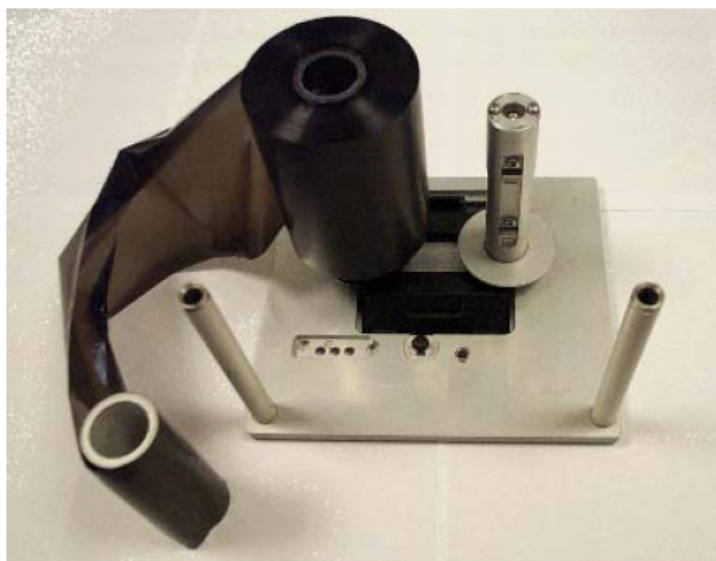

Рис. 5-12: Установка ленточной бобины
- 6 Насадите полную бобину на держатель с черным диском. Моток должен быть расположен таким образом, чтобы лента раскручивалась в направлении, показанном на Рис. 5-12 на стр. 5-11.